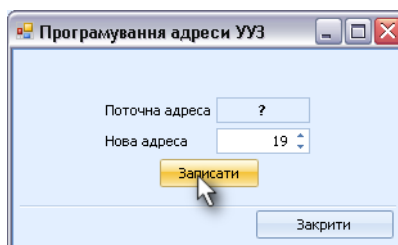

Рисунок 13: Программирование адреса УУЗ
6.6.2. Для входа в режим программирования следует войти в систему с правами Администратора, выбрать пункт меню «Настройка, Программирование УУЗ». Откроется диалоговое окно для ввода нового адреса в память УУЗ (рис. 13).